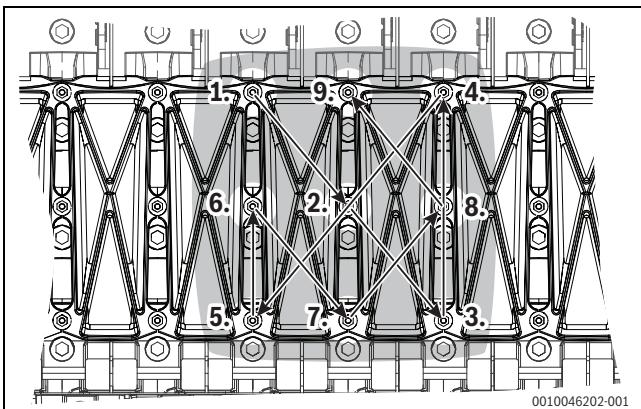

Рис. 55 Схема затяжки крышек люка для чистки
- ▶ Снова прикрутите крышку люка для чистки согласно представленной ниже схеме затяжки (1-2-3-4-5-6-7-8-9; →рис. 55) (момент затяжки: 7 Нм) или выполните влажную очистку теплообменника.